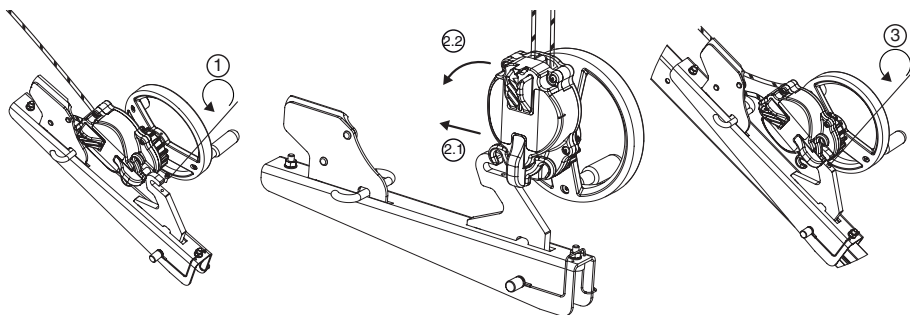

Fig. 8
6.3.4. Aparato derope™ UP R (Fig. 8, 9 y 10)
El aparato derope™ UP R debe ser fijado en la pata del trípode trápode de Tractel® como está indicado en la Fig. 8. Cualquier otra fijación en otro punto del trípode trápode de Tractel® está prohibida.
- Colocar el aparato derope™ UP R en el gancho de enganche (Fig. 8, 2.1 – 2.2).
- Volver a atornillar el tornillo de bloqueo para impedir que el aparato se despegue de su consola (Fig. 8, 3) y verificar que está bien colocado y apretado.